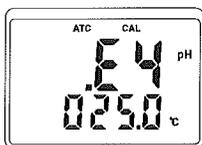

図4
- (1) ATC pHセンサー⑭のBNCコネクタを本体のBNCジャック②に差し込み、温度センサーのプラグを温度センサー用ジャック③へ差し込みます。
- (2) スライドスイッチ⑤をpH-Aの位置にしてから、CALボタンを2秒以上長押しすると画面上部に"CAL"表示が現れ校正モードになります。
- (3) pH4の校正液を用意し、校正液の温度が室温になり安定するのを待ちます。
- (4) pHセンサーからセンサーキャップ⑮を外し、センサー先端の電極部を精製水や水道水で良く洗い、水滴を拭き取ってから、電極部を校正液に浸します。校正液が不良の場合やセンサーが汚れている場合、エラー表示"E4"が表示されます「6. メンテナンスの項」を確認ください(図4)。